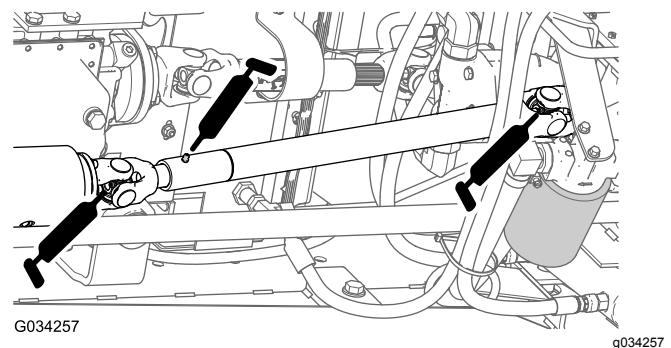

Figura 42
- Veio propulsor (3) (Figura 42)